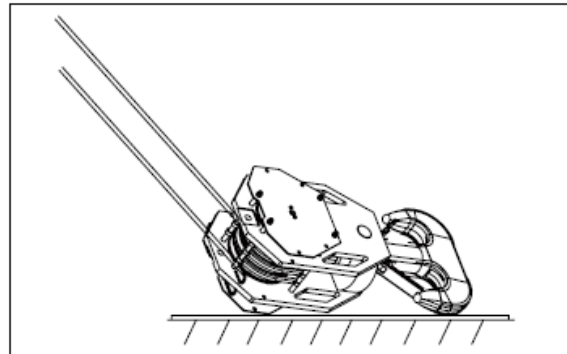

Fig.4-3.63
2) Coloque um pedaço de 4m2 de placa de borracha por baixo do gancho terminal de barra (isso pode impedir o cabo de aço de ser arrastado no chão, enrolado desordenadamente, etc.); em seguida, desça a lança para permitir que o bloco do gancho caia para o centro da placa de borracha, consulte Fig.4-3.63.